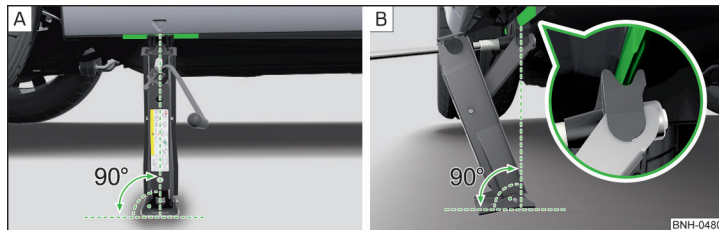

Fig. 162 **Imagen esquemática: Colocar el gato**
- Apoye la placa de base del gato con toda la superficie en un suelo recto y asegúrese de que el gato se encuentra en posición vertical respecto al punto de apoyo » fig. 162 - [A].
- Gire el gato con la manivela debajo del punto de apoyo hasta que su garra se encuentre en el larguero inferior » fig. 162 - [B].